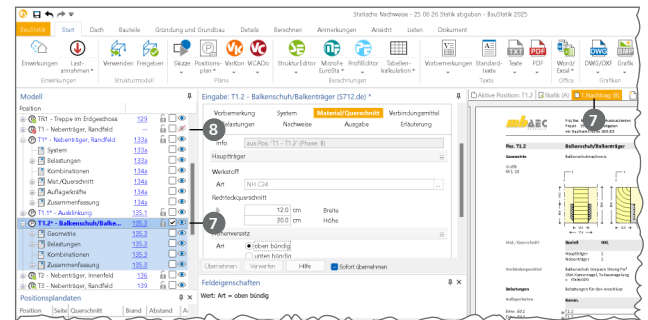

Bild 5. Einschubseiten im Nachtrag
Das Bild 5 zeigt im Fenster „Modell“ die Einschubseiten der Positionen „T1.1“ und „T1.2“. Diese fügen sich automatisch mit den Seitennummern „135.1 bis 135.3“ ⑥, zwischen den bestehenden Seiten „135“ und „136“ ein. Zusätzlich wird im Nachtragsdokument ⑦ erkennbar, dass die ursprüngliche Position „T1“ ⑧ rot markiert wurde und nicht Teil des Nachtragsdokumentes ist.